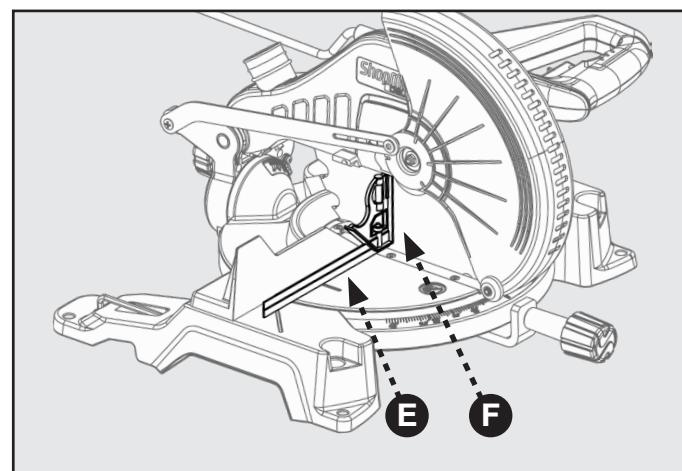

FIGURA 13
Consulte la Figura 13.
7. Coloque una escuadra combinada (E) contra la mesa y la parte frontal de la hoja de la sierra (F) con la escuadra en contacto con la parte plana de la hoja de la sierra y no con los dientes de la hoja.
9. El borde de la escuadra y la hoja de la sierra deberán estar paralelo, tal como se muestra en la Figura 13.